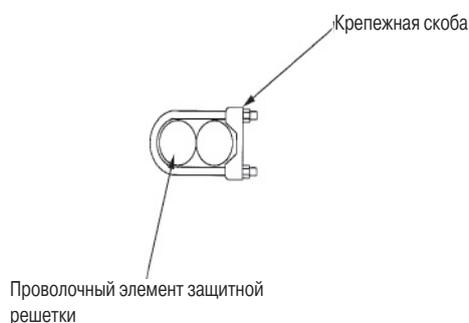
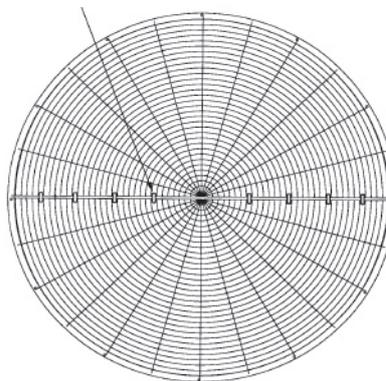

Рис. 16. Установка крепежной скобы
Рис. 17. Расположение крепежных скоб
3. Соедините обе части защитной решетки между собой с помощью 8 крепежных скоб (см. рис. 16). Крепежные скобы должны располагаться равномерно, как показано на рис. 17.